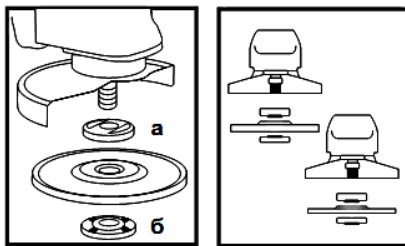

Рисунок 2
4.4 Встановіть на виріб шліфувальний або відрізний круг. Для цього натисніть на кнопку фіксації шпинделя (1) і перевірте шпиндель до такого положення, при якому він зафіксується. За допомогою вилочного ключа з комплекту виробу відверніть і зніміть затискну гайку (б) (дивіться рисунок 2). Встановіть шліфувальний диск на посадкове місце фланцевої шайби (а) (рисунок 2), наживіть рукою затискну гайку на шпиндель і затягніть її ключем із комплекту виробу.